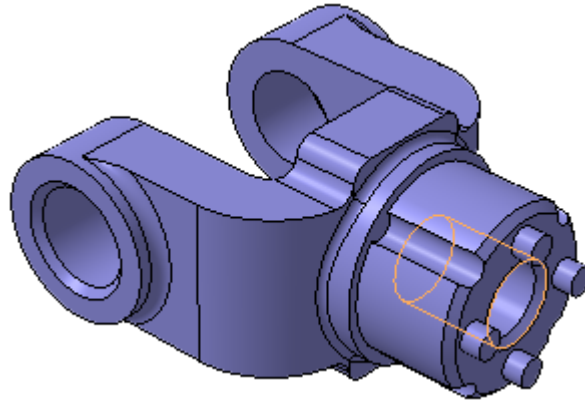

Рисунок 87.
- Нажмите кнопку Создать объект (рис. 87).